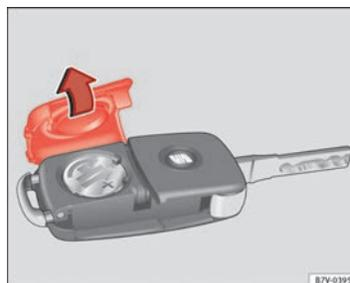

Fig. 43 Llave del vehículo: tapa del compartimento para la pila.
La pila se encuentra en la parte trasera de la llave del vehículo, bajo una tapa ⇒ fig. 43.
- Retire la tapa de la parte trasera de la llave del vehículo ⇒ fig. 43 en la dirección de la flecha ⇒ .
- Coloque la tapa en la carcasa de la llave del vehículo, presionándola tal como se muestra ⇒ fig. 43, en sentido contrario a la flecha, hasta que encastre.